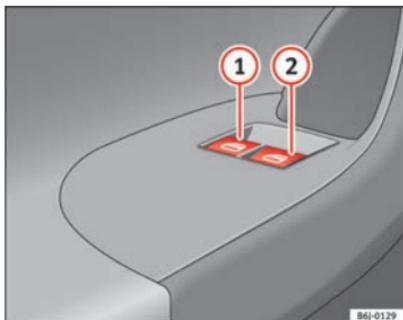

Fig. 50 Détail de la porte du conducteur : commandes pour les vitres avant et arrière.
Les touches ⇒ fig. 50 ①, ② disposent de deux positions pour l'ouverture des vitres et de deux autres pour la fermeture. Il est ainsi plus simple de contrôler les processus d'ouverture et de fermeture.